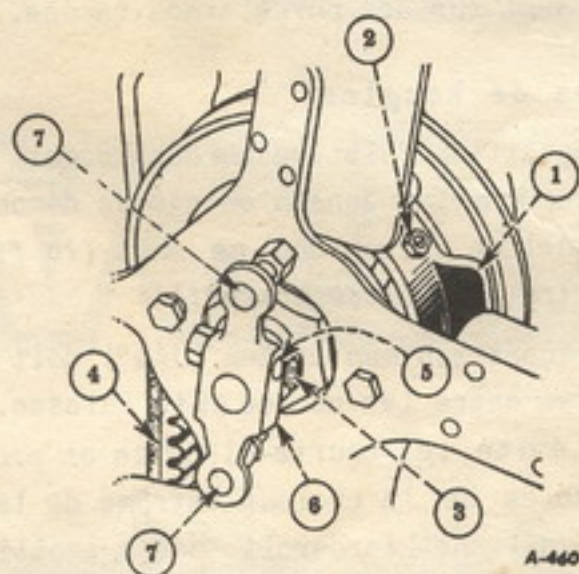

Figure 26
La tension de la courroie du ventilateur se règle par la largeur de la gorge de la poulie du ventilateur. Pour le réglage, desserrez la vis de blocage (2) (figure 26), tournez le flasque (1) de la poulie, en le visant pour tendre la courroie ou en le dévissant pour la relâcher. Resserrez la vis de blocage (2) une fois la tension correcte obtenue.
Démontage de la courroie du ventilateur (voir figure 26)
L'usure résultant d'un très long service peut causer des fuites à la pompe. Resserrez en ce cas l'écrou presse-étoupe (3) (voir figure 26) juste assez pour arrêter la fuite.